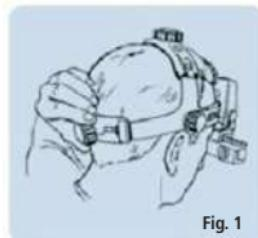
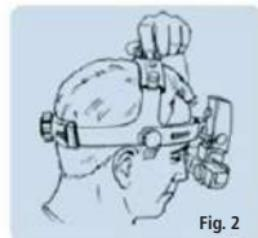

Fig. 1
Fig. 2
Ajuste o tamanho (A) (Fig. 1) e a altura (B) (Fig. 2), de modo a que o instrumento fique confortavelmente assente à volta e em cima da cabeça.